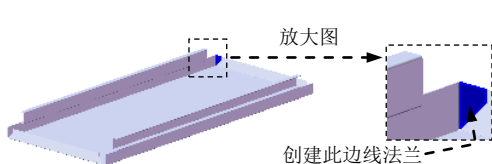
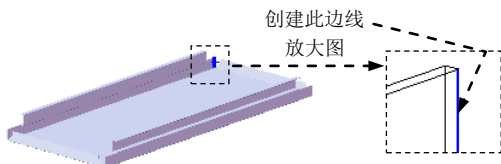

图 17.9.31 创建边线—法兰 11
图 17.9.32 定义特征的边线
Step14. 创建图 17.9.31 所示的边线—法兰 11。
(1) 选择命令。选择下拉菜单 **插入(I)** → **钣金(H)** → **边线法兰(E)...** 命令，系统弹出“边线法兰”对话框。
(2) 定义特征的边线。选取图 17.9.32 所示的模型边线为生成的边线法兰的边线。
(3) 定义法兰参数。在 **角度(G)** 区域的 **A** 文本框中输入角度值 90.0。在 **法兰长度(L)** 区域的下拉列表中选择 **给定深度** 选项，输入深度值 15.0。在此区域中单击“内部虚拟交点”按钮 。在 **法兰位置(N)** 区域中单击“折弯在外”按钮 。
(4) 单击  按钮，完成边线—法兰 11 的初步创建。